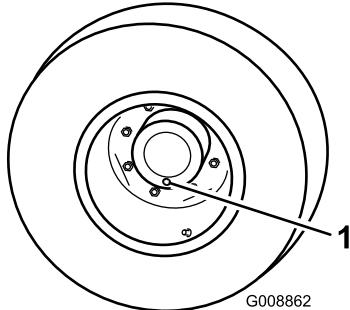

Figure 55
- Placez la machine sur une surface plane et horizontale et tournez une roue de sorte que l'un des bouchons de contrôle se trouve à la position la plus basse (6 heures) (Figure 55).